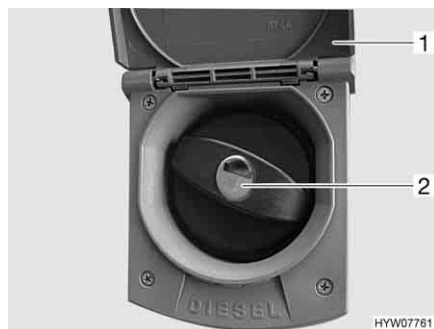

Fig. 28 Coperchio per bocchettone di riempimento per il rifornimento di carburante
- Alzare lo sportello (Fig. 28,1) verso l'alto.
- Inserire la chiave nel cilindro della serratura (Fig. 28,2) e ruotare in senso antiorario.